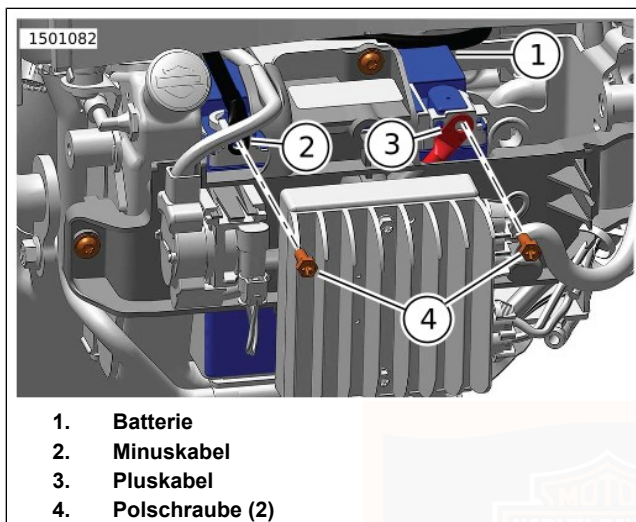
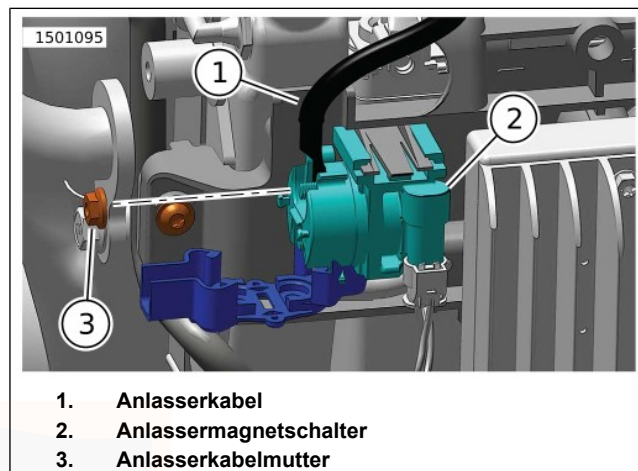

Abbildung 80. Batteriekabel
Abbildung 81. Anlasserkabel
2. Abbildung 80 Das Batterieminuskabel (2) von der Batterie (1) abklemmen.
3. Das Batteriepluskabel (3) von der Batterie abklemmen.
4. Abbildung 81 Das Anlasserkabel (1) vom Anlassermagnetschalter (2) abklemmen.
4. Abbildung 80 Das Batteriepluskabel (3) an die Batterie anschließen. Festziehen.
6. Abbildung 81 Das Anlasserkabel (1) an den Anlassermagnetschalter (2) anschließen. Festziehen.